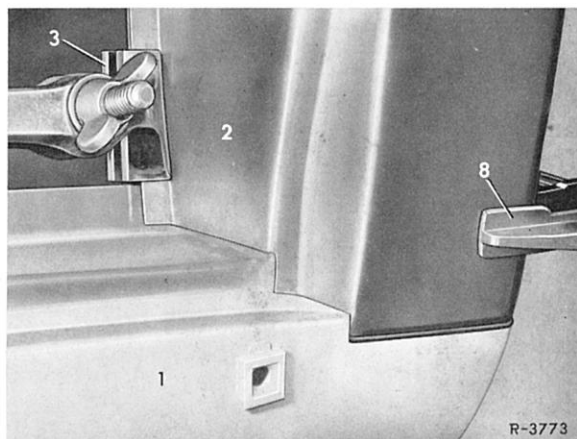

Bild 63-1/2
12 Hinterkotflügel anpassen und Anschlußstellen am Längsträger (1), an der Dachbeplankung (7) sowie am Heckmittelstück (5) unter dem Heckfenster anreißen und mit einer Blechschere entsprechend beschneiden, nachpassen, fertigbeschneiden und ausrichten (Bild 63-1/2 bis 4).